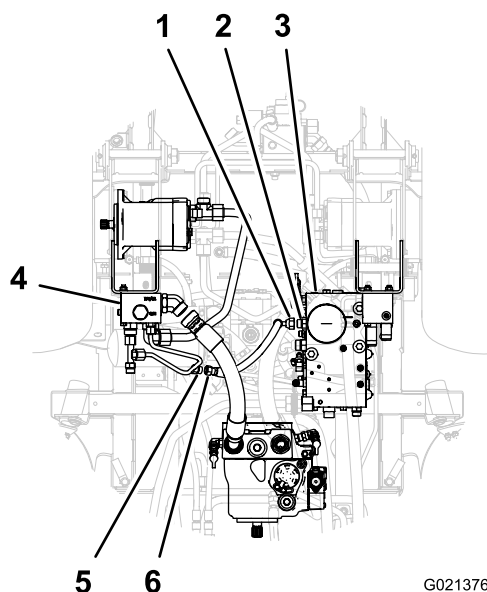

Figura 12
1. Alinhe o encaixe a direito da mangueira de retorno com o encaixe roscado do colector do tubo (Figura 12).
- Alinhe o encaixe de 90° da mangueira de retorno com o encaixe roscado no colector de combinação (Figura 12).